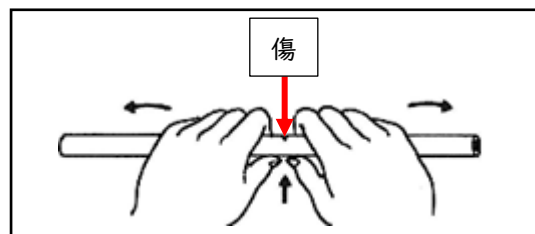

図 28 ガラス管の切り方
- ② 傷の反対側に両方の親指の腹を当て、おなかの前に構えて、親指で軽く前に押しながら左右に引くようにして切ります。このとき、周りに人がいないことを確認します（図 28）。